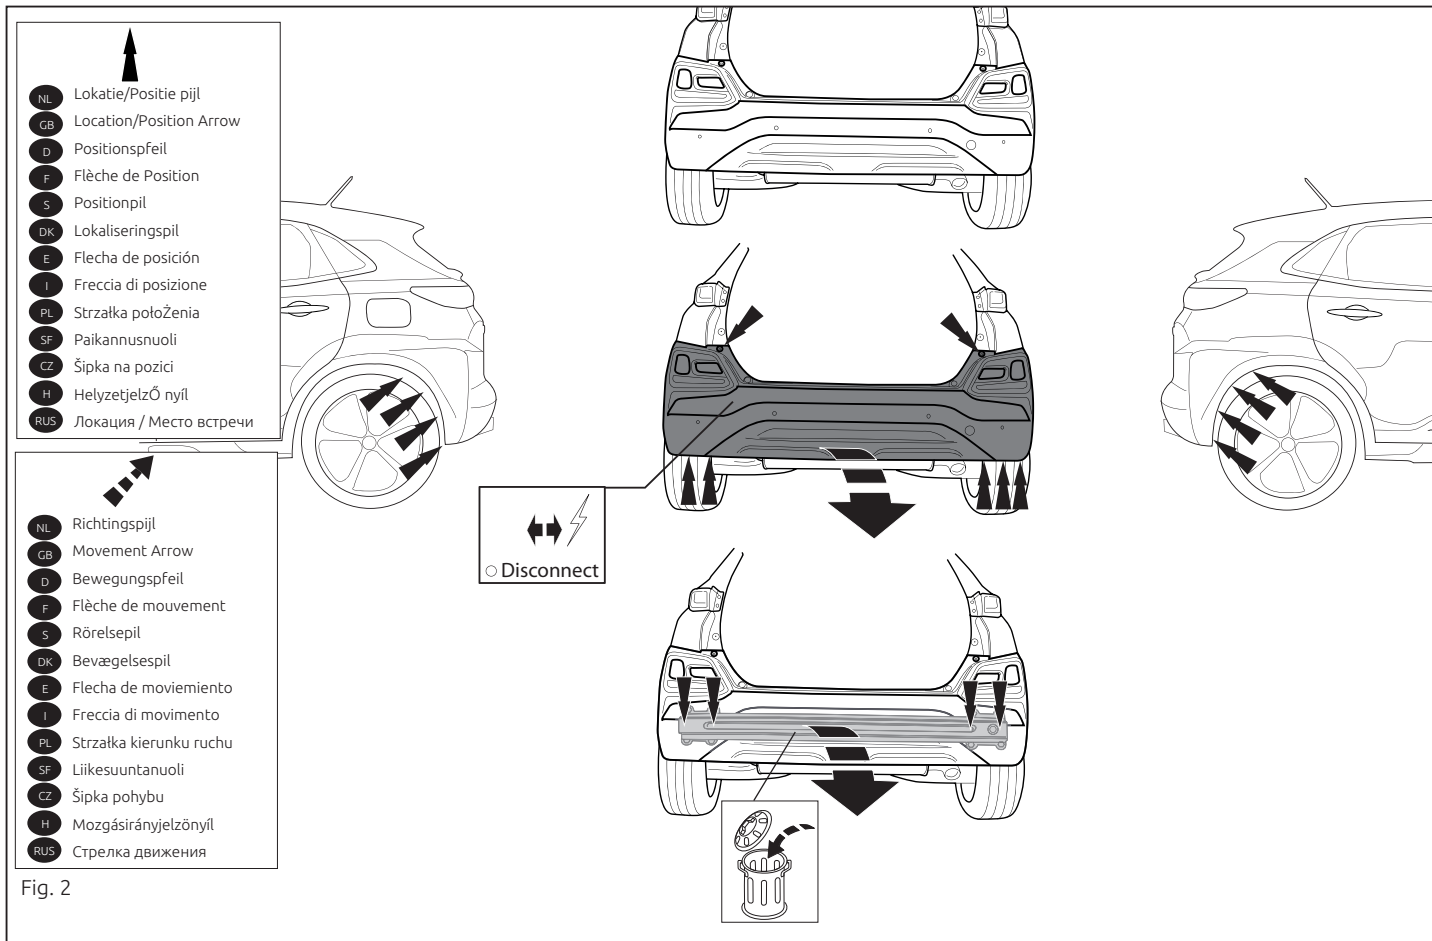

Fig. 2
2. Снять бампер вместе со стальным буферным брусом автомобиля. См. рисунок 2.